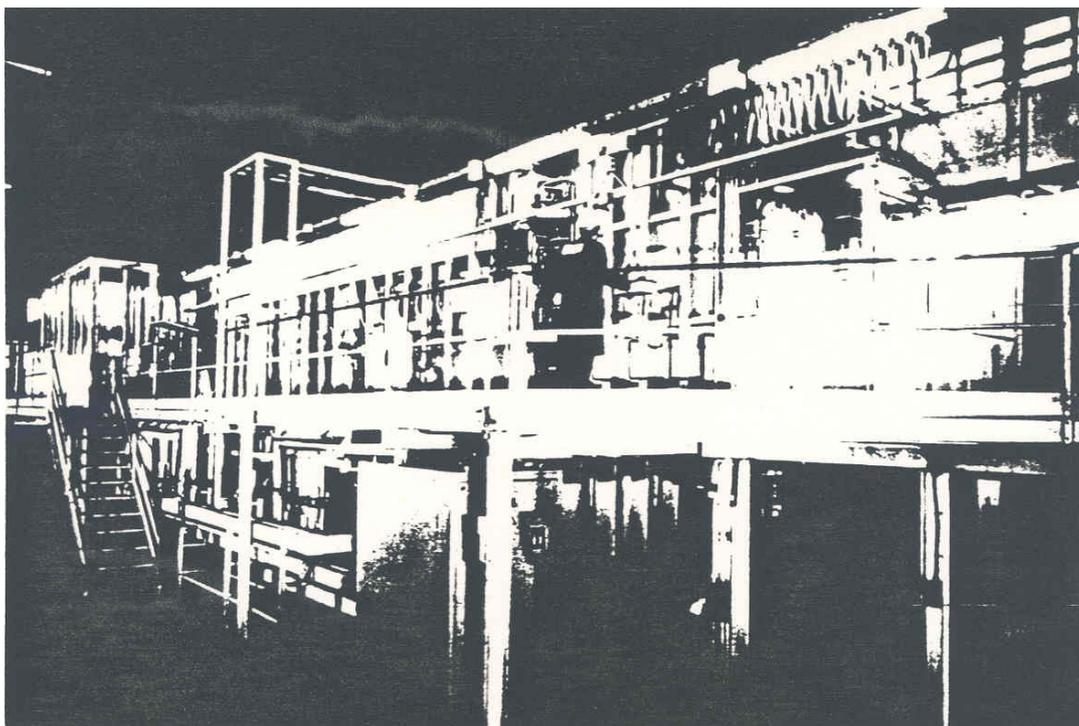
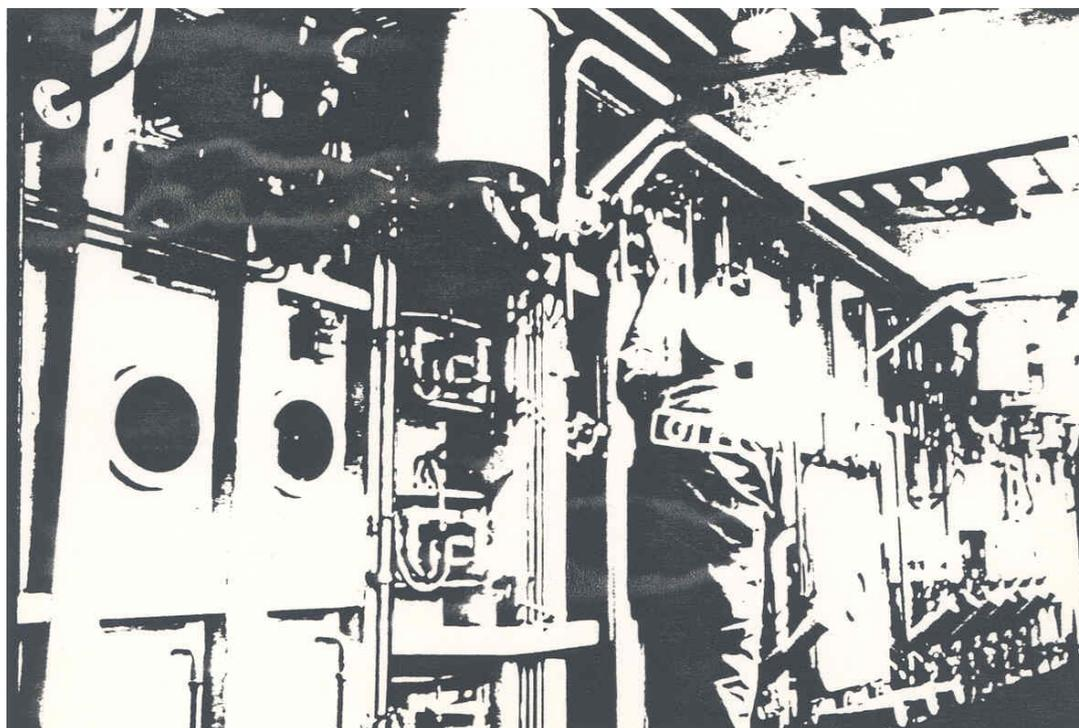

Fig. 4 - Impianto elettrolitico Modex III GTT a Santena (Torino)
Fig. 5 - Impianto Modex III GTT, lato piping e strumentazione
H0 parlato di celle e di elettrolisi: in figura (3) vedete il ciclo di produzione dal minerale al lingotto. La cella elettrolitica (Fig. 4) illustrata è il Modex III, l'impianto di Santena. Questo impianto è stato realizzato nell'86 ed è servito per mettere a punto la tecnologia (Fig. 5) e a fare campagne di produzione pilota per noi o per i nostri clienti.